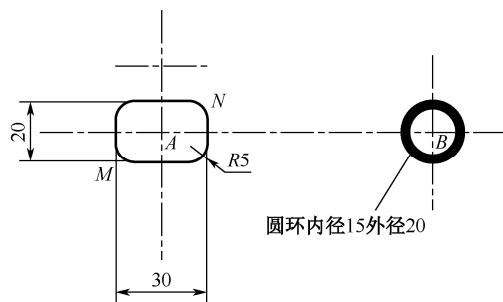

图 2-72 绘矩形和圆环
指定第一个角点或 [倒角 (C) / 标高 (E) / 圆角 (F) / 厚度 (T) / 宽度 (W)]: <code>_from</code> 基点: <偏移>: <code>@-15,-10</code> ✓	//按Shift键的同时右击,选择“捕捉自”选项,拾取图2-72所示交点A作为基点,输入左下角点M相对于点A的坐标
绘制完成后如图 2-72 所示。
指定圆环的中心点或<退出>:	//拾取图2-72所示交点B